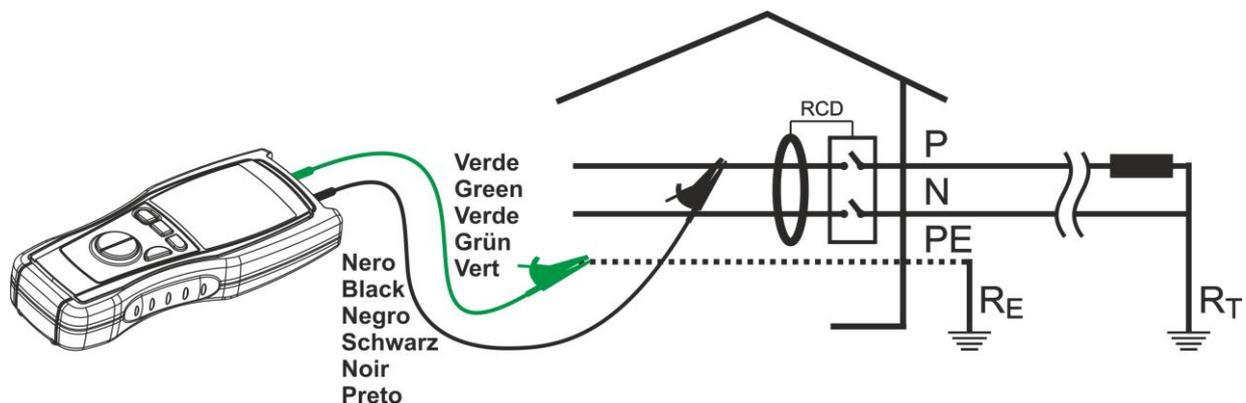

Fig. 11: Conexão dos terminais do instrumento
6. Conectar os terminais do instrumento às extremidades dos condutores dos quais se pretende medir o isolamento recíproco (ver Fig. 11).